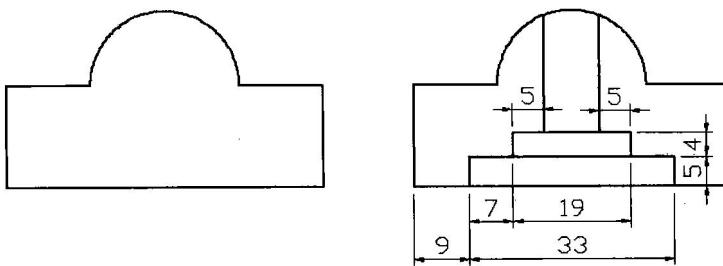

图1-13
**【练习1-13】：** 打开附盘文件“\dwg\第 01 章\1-13.dwg”，使用 LINE 命令并结合极轴追踪、对象捕捉和自动追踪功能将图 1-13 中的左图修改为右图。